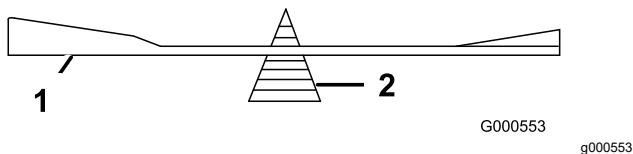

図 59
2. ブレードバランサーを使ってバランスを調べる **図 59**。